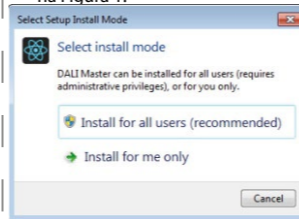

Figura 1 Seleccione o modo de instalação
**Passo 1:** Execute o ficheiro de instalação e selecione o modo de instalação, conforme indicado na Figura 1.
**Pașul 1:** Rulați fișierul de instalare și selectați modul de instalare așa cum se arată în Figura 1.